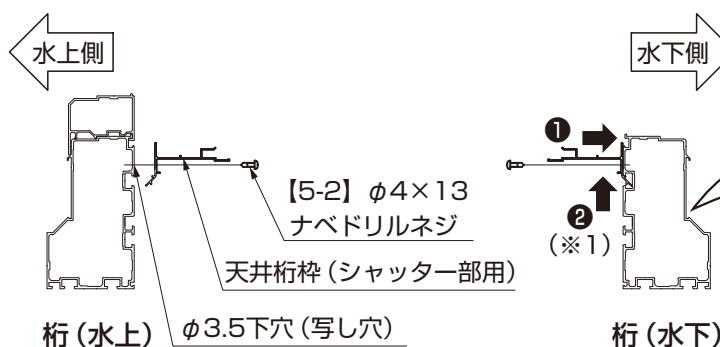

図5-3 スタイルコートの場合
- スタイルコートの場合は、天井桁枠（シャッター部用）を、桁に押し当てた状態で、上側に突き当てて、【5-2】で取付けてください。（図5-3参照）